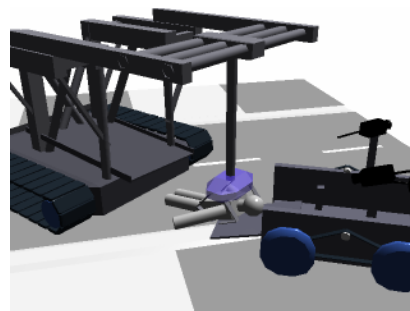

Fig.4 Concerted Rescue scene
## 連携救出 (Fig.4)
- 4) 2号機と連携して救助活動(Fig.4)